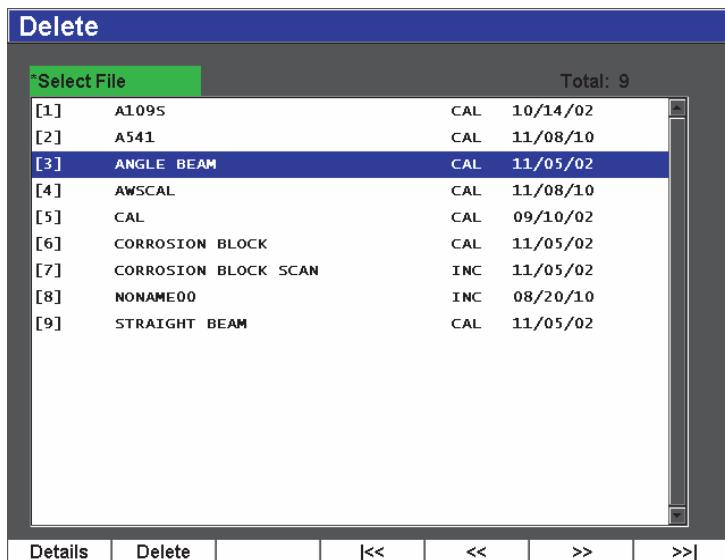

图 11-15 删除设置菜单
- 出现删除设置菜单 (参见第 219 页的图 11-15)。